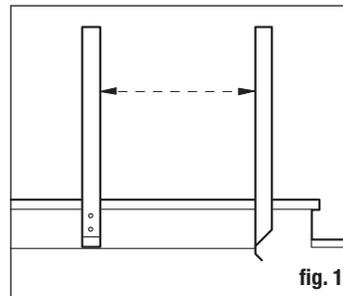

fig. 1
Paso 1: Mide el espacio de baranda entre poste y poste para determinar el largo de cada sección de balaústre (fig. 1).
Paso 1: Los rieles y balaústres en escaleras pueden representar un desafío para la instalación. Los conectores de balaústres para escaleras generan un ajuste de balaústre correcto y preciso en ángulos de escalera entre 30 y 35 grados (fig. 1). Recorta los rieles para escalera inferior y superior en el ángulo adecuado. Coloca los rieles 2x4 superior e inferior al lado de los postes y márcalos.